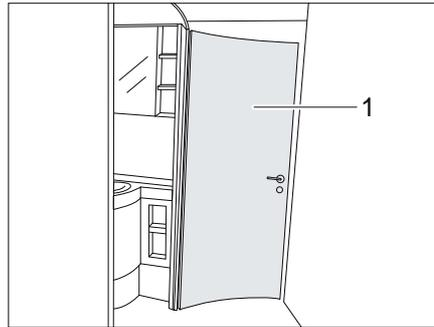

Bild 168 Raumbad
Die Tür des Toilettenbereichs (Bild 168,1) lässt sich je nach Ausstattung in 1-3 verschiedenen Öffnungsweiten zu einem Raumbad arretieren. Je nach gewählter Öffnungsweite werden verschiedene Raumteile miteinander verbunden.
- ▷ Die Tür des Toilettenbereichs (Bild 168,1) darf während der Fahrt nicht als Raumtrenner verwendet werden.